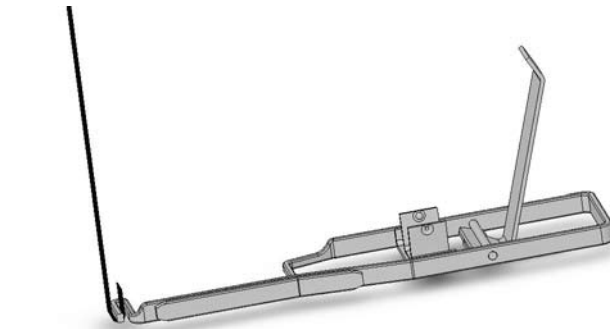

Fig. 2
2. Wrap abrasive strip around the front of the instrument as shown in fig. 2. Make sure that the exposed 3.5 mm portion is still correctly positioned.
2. Tirez le strip à séparer au-delà et contre la face antérieure de l'instrument comme indiqué sur la figure 2. Assurez-vous que le segment débordant vers le haut reste correctement positionné.